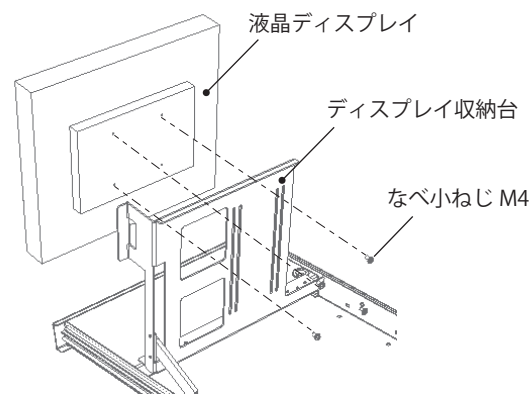

図 9
2. 液晶ディスプレイを付属のなべ小ねじ M4 (4 カ所) にて固定してください。(図 9)